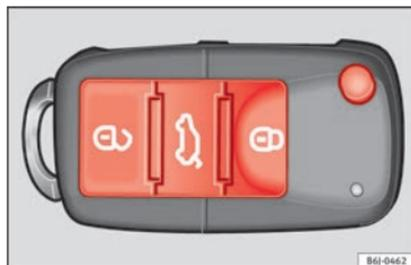

Fig. 5
- Bloquear: pulse el botón  » fig. 5.
- Desbloquear: pulse el botón  » fig. 5.
- Desbloquear el portón trasero: pulse el botón  » fig. 5 hasta que todos los intermitentes del vehículo parpadeen brevemente.